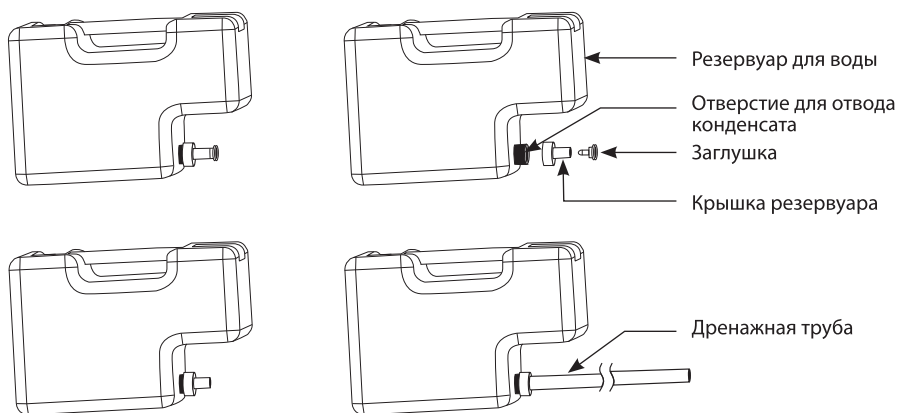

Рис. 5
- Использование дренажной трубки. Как показано на рис. 5, необходимо вынуть резервуар для воды, из крышки резервуара вынуть заглушку, завинтить крышку и установить дренажную трубу.